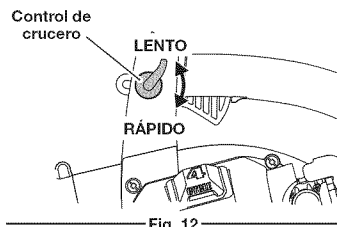

Fig. 12
1. Mueva el control de crucero de velocidad variable hacia la posición RÁPIDO para aumentar poco a poco la velocidad del motor de la unidad, o mantenerla (Fig. 12). Cuando se oprima el control de crucero de velocidad variable, el gatillo retrocederá hacia la manija.
2. Para disminuir la velocidad del motor, mueva el control de crucero de velocidad variable hacia la posición LENTO y el gatillo regresará a la posición de mancha en vacío (Fig. 12).